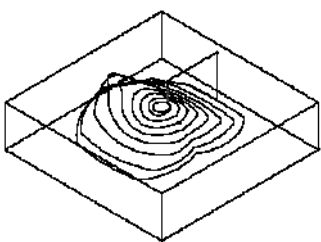

图 2-227 螺旋
- **【螺旋】**：刀具路径为一条连续的、封闭的螺旋线，如图 2-227 所示。